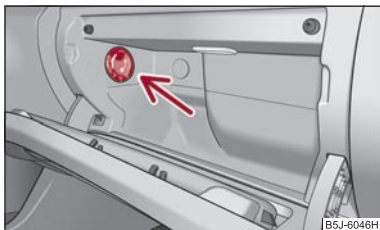

Abb. 77 Ablagefach: Bedienung der Kühlung
- Mit dem Drehschalter ⇒ Abb. 77 schalten Sie die Kühlung ein bzw. aus.